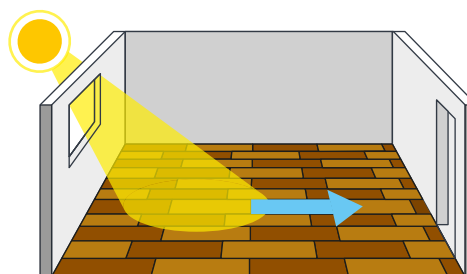

imagen 1
- Cuando este producto sea instalado en una habitación, o área, donde se vea expuesto a la luz solar, recomendamos instalar las planchas con la orientación que se exhibe en la “imagen 1”.